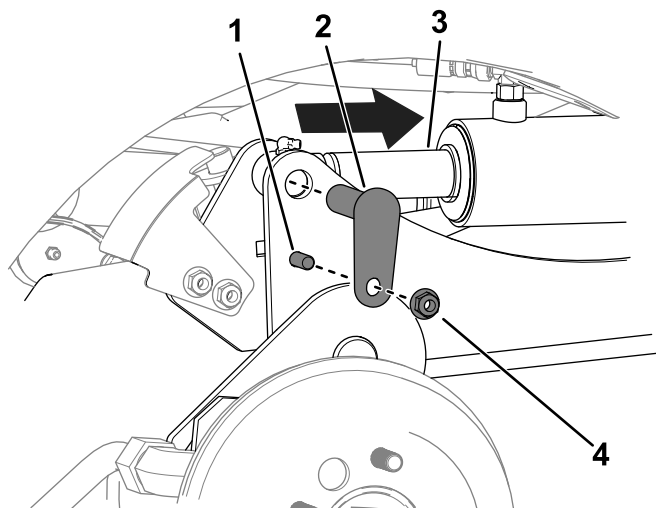

Figura 11
- C. Utilice un botador para alinear los orificios de las varillas de los cilindros con los orificios de los brazos de elevación (Figura 11).
- D. Utilice 2 pernos ($\frac{3}{8}$ " x $1\frac{1}{4}$ "), 2 tuercas ($\frac{3}{8}$ ") y 2 pasadores pequeños para sujetar los brazos de elevación a los cilindros (Figura 11).